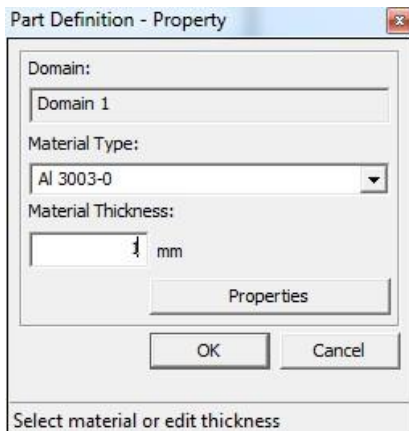

Рис. 109. Окно **Part Definition – Property**
**Property** в выпадающем меню **Material Type** выберите алюминиевый сплав *Al 3003-O* (рис. 109). Так как импортировалась твердотельная модель, то поле **Material Thickness** заполнено автоматически на основании геометрических данных. Нажмите **OK**.